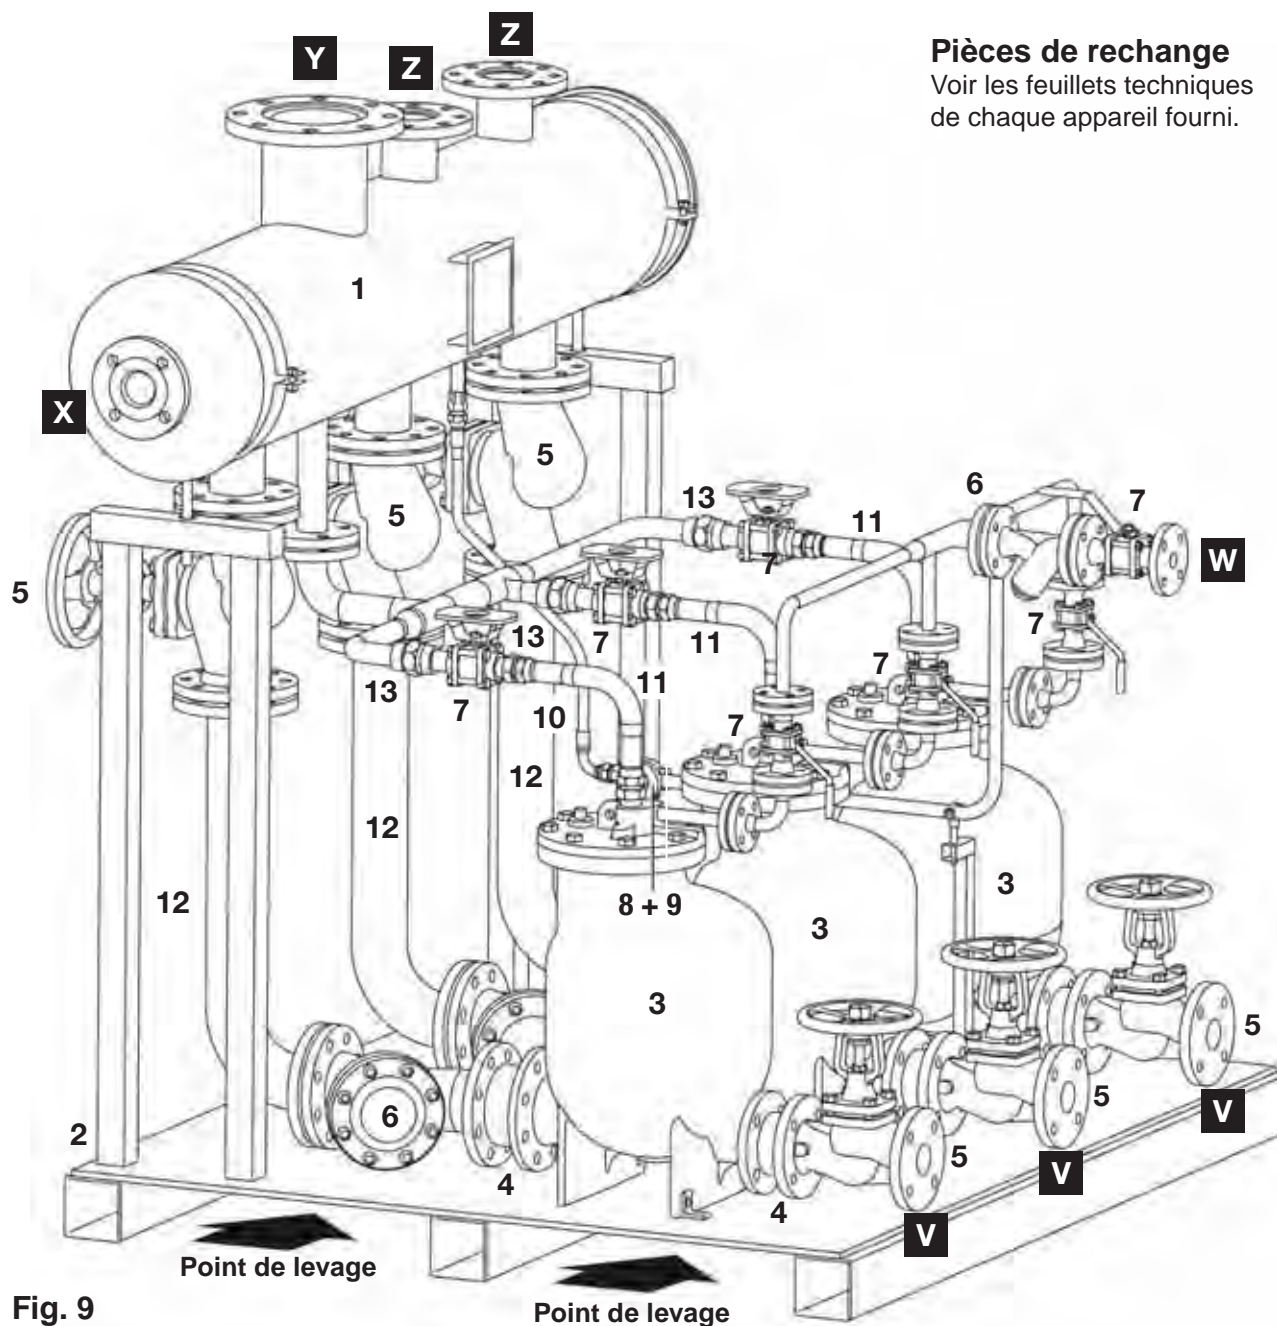

Fig. 9
Note importante : repérer les points de levage comme indiqués sur la Fig. 9.
- Raccorder les sorties condensat (V) de la MFP14-PPU au réseau de retour condensat (voir Fig. 9).
- Raccorder les entrées condensat (Z) au process/équipement à purger.
- Raccorder un siphon en forme de 'U' au point (X) pour permettre la création d'un joint d'eau, et s'assurer que l'évacuation soit dirigée vers un lieu sécurisé. Avant la mise en service de la MFP14-PPU, s'assurer qu'une quantité d'eau appropriée est présente dans le siphon pour créer un joint d'eau. En fonctionnement normal, la garde hydraulique dans le siphon est auto-alimentée et évite une évacuation de la vapeur de revaporisation par le trop plein. La profondeur du siphon doit être au moins de 305 mm. **Toujours raccorder l'évacuation du trop plein dans un endroit sécurisé.**
- Raccorder le fluide moteur (vapeur) à l'alimentation fluide moteur (W).
- Ouvrir tous les robinets d'isolement entre le process à purger et la MFP14-PPU aux points (Z).